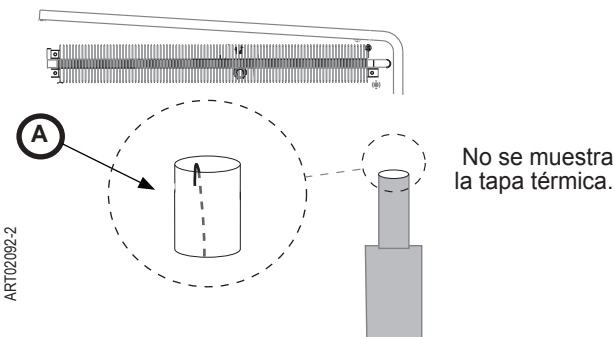

Fig. 16: Tubo de escape / gancho del propagador de llama
9. Confirme que el tubo de escape no tenga ninguna obstrucción. Compruebe que el propagador de llama helicoidal esté instalado en el tubo de escape. El propagador de llama cuelga del tubo de escape por un gancho metálico sobre la parte superior del tubo (fig. 16, A).